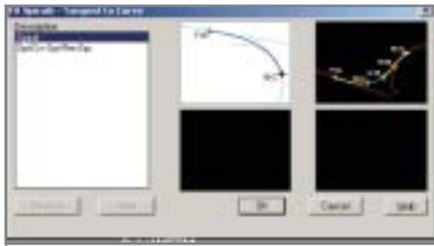

Рис. 4. Способы задания переходных кривых
- вписывание переходных кривых между прямым участком и круговой кривой (рис. 4);